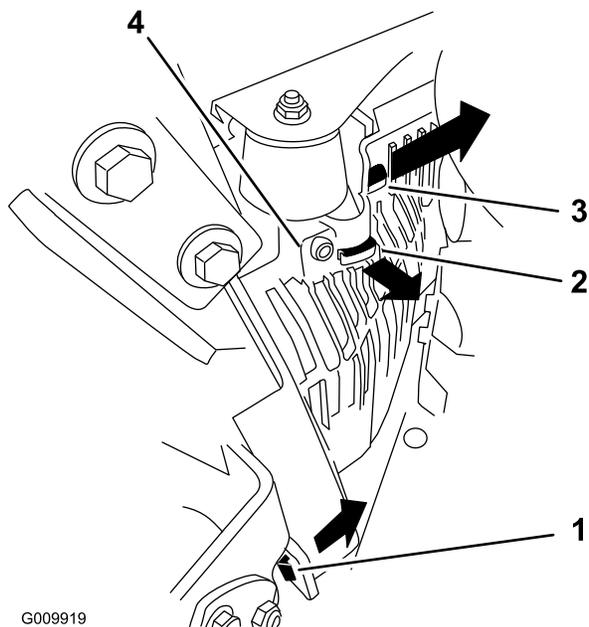

Figure 48
3. Déposez le capot de l'unité hydraulique gauche dans l'ordre indiqué à la **Figure 48**. Vous pourrez ensuite accéder à la bougie avant.
5. Montez le capot de l'unité hydraulique gauche (**Figure 48**).